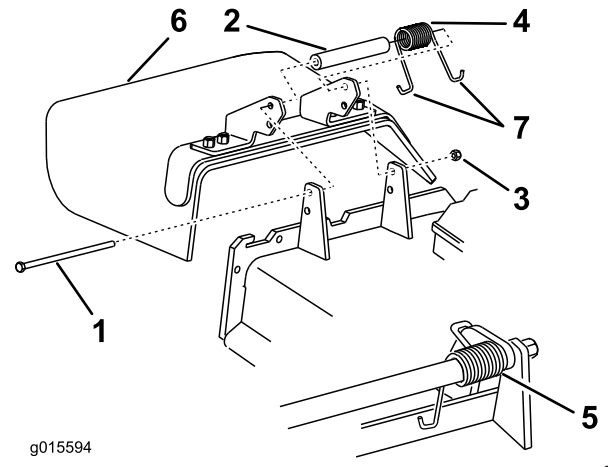

Figura 98
1. Retire la contratuerca, el perno, el muelle y el espaciador que sujetan el deflector a los soportes de pivote (Figura 98).
**Nota:** Asegúrese de colocar un extremo en J del muelle detrás del reborde de la carcasa antes de instalar el perno, según se muestra en Figura 98.
5. Coloque un extremo en J del muelle alrededor del deflector de hierba (Figura 98).